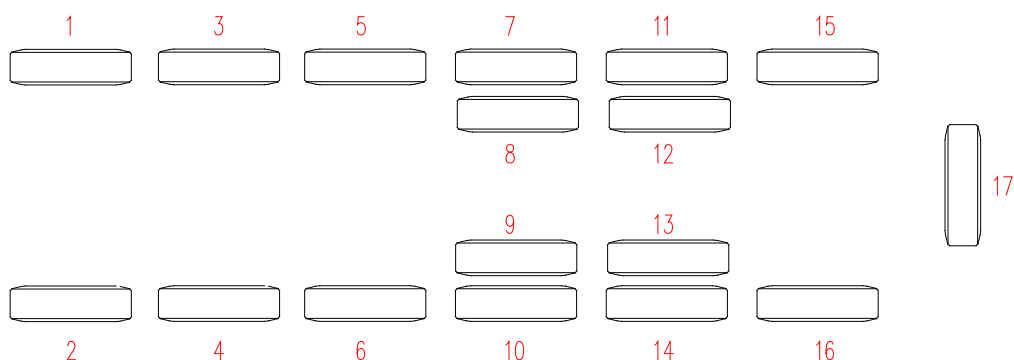

Рис. 5-1 Схема замены местами шин способом пересечения
1. Через каждые 10000 км после поездки следует проводить замену местами шин колес машины способом пересечением (т.е. левая передняя шина и правая задняя шина обмениваются, а левая задняя шина и правая передняя шина обмениваются). См. рис. 5-1.